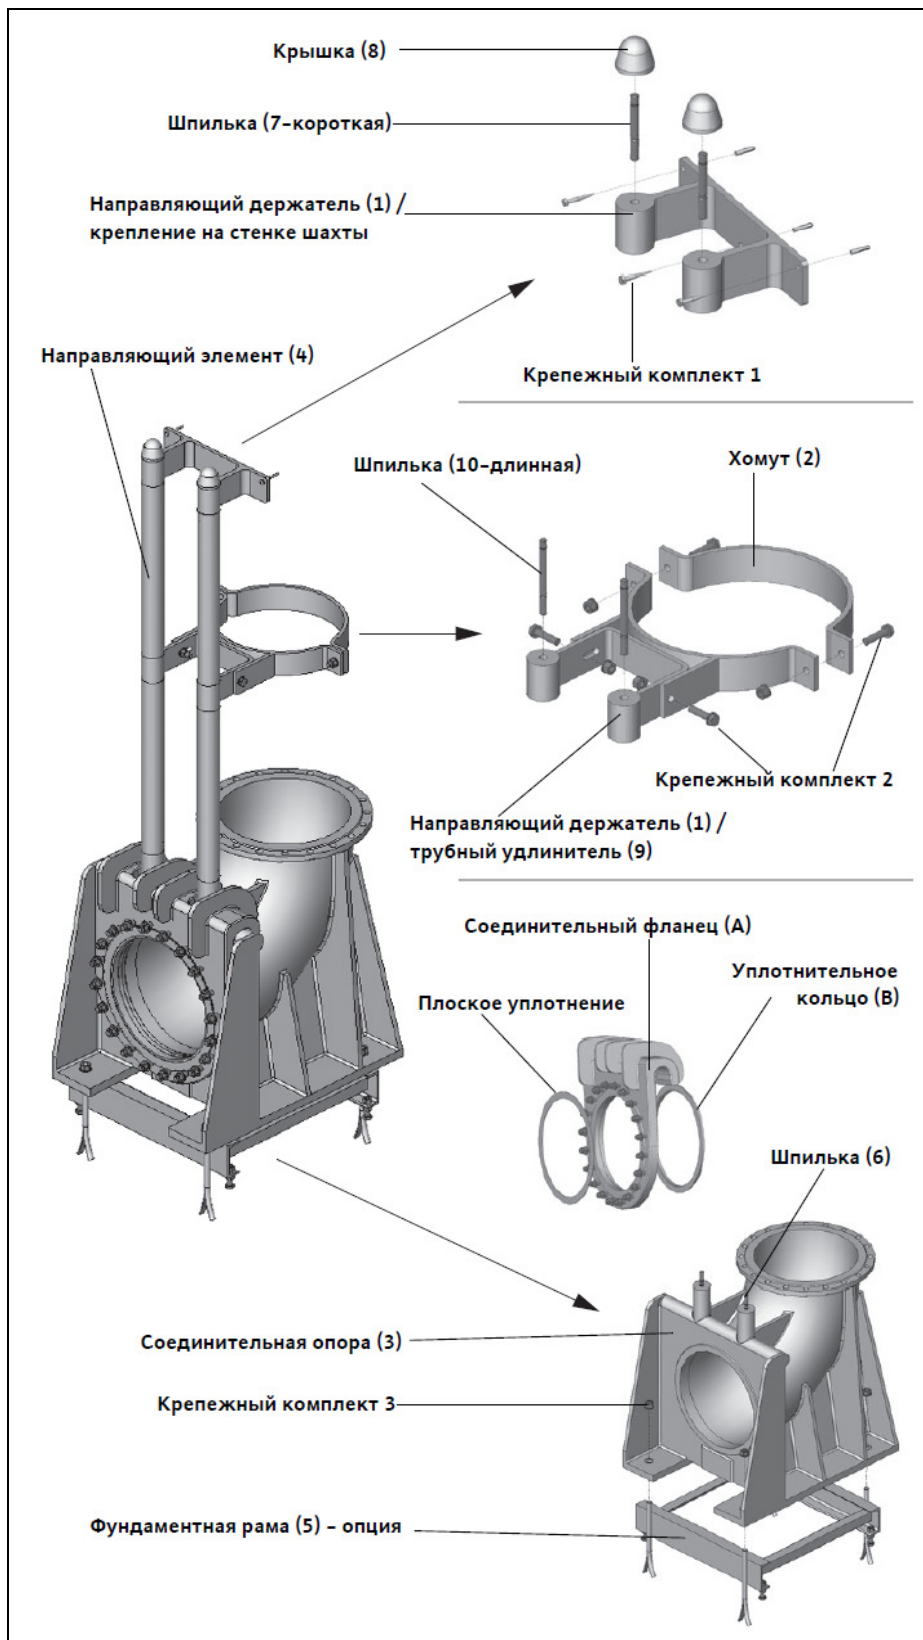

Рис. I-6: Монтаж устройства погружного монтажа
- Установить верхний направляющий держатель (1, рис. I-6). Крепление в шахте (монтаж на горловине шахты): разметить отверстия под сверление, снять держатель, просверлить отверстия. Держатель закрепить на горловине крепежным комплектом 1. Он состоит из шурупов с подходящими дюбелями или комплекта стяжных анкеров.